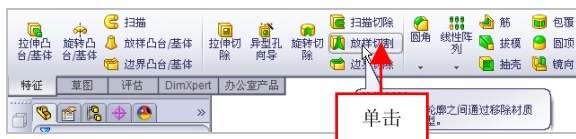

图 5-29 单击【放样切割】按钮
(2) 在【特征】选项卡中，单击【放样切割】按钮，如图 5-29 所示。